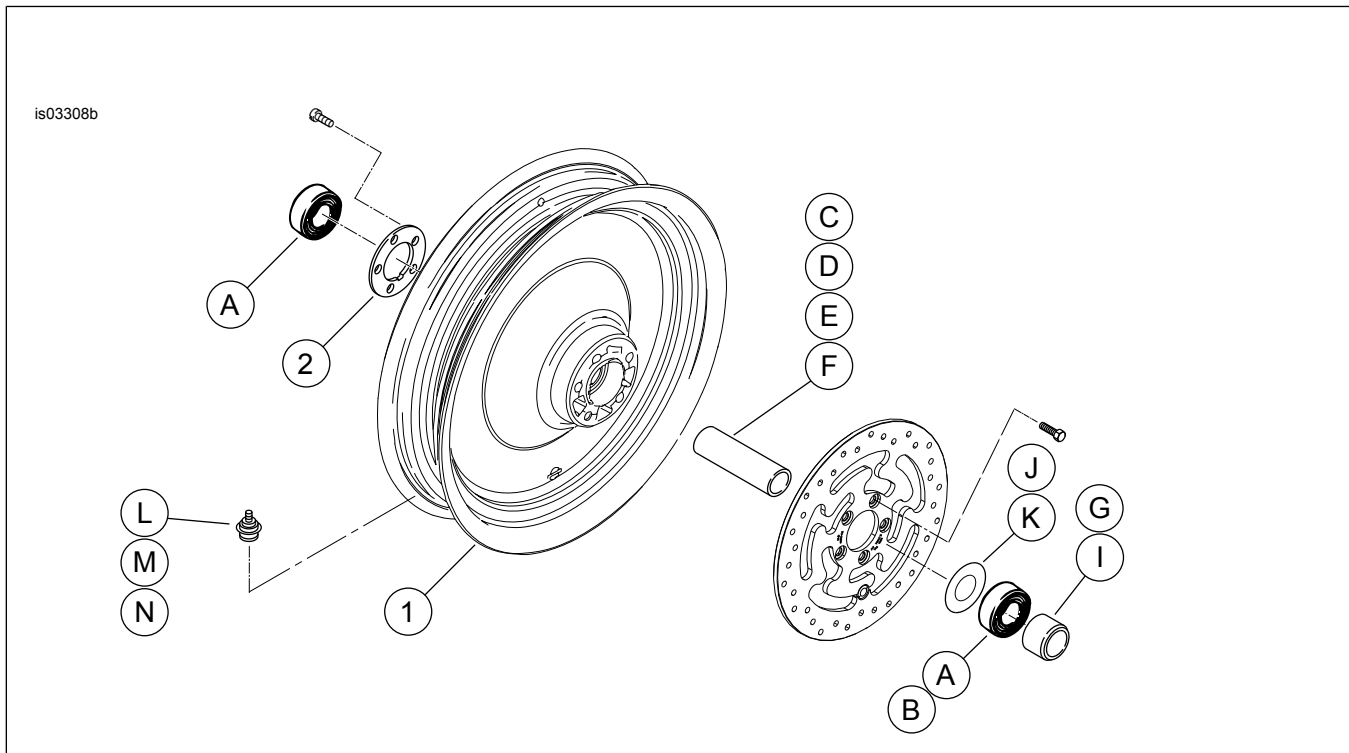

Figura 1. Peças de reposição: rodas dianteiras com disco
2. Veja Figura 1. Instale o conjunto da haste da válvula (L, M ou N) na roda. Consulte PNEUS no Manual de serviço.